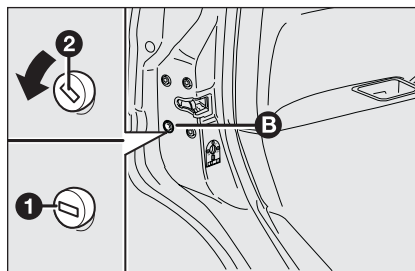

fig. 1
- ☐ inserire la chiave di avviamento nel nottolino **B**-fig. 1;